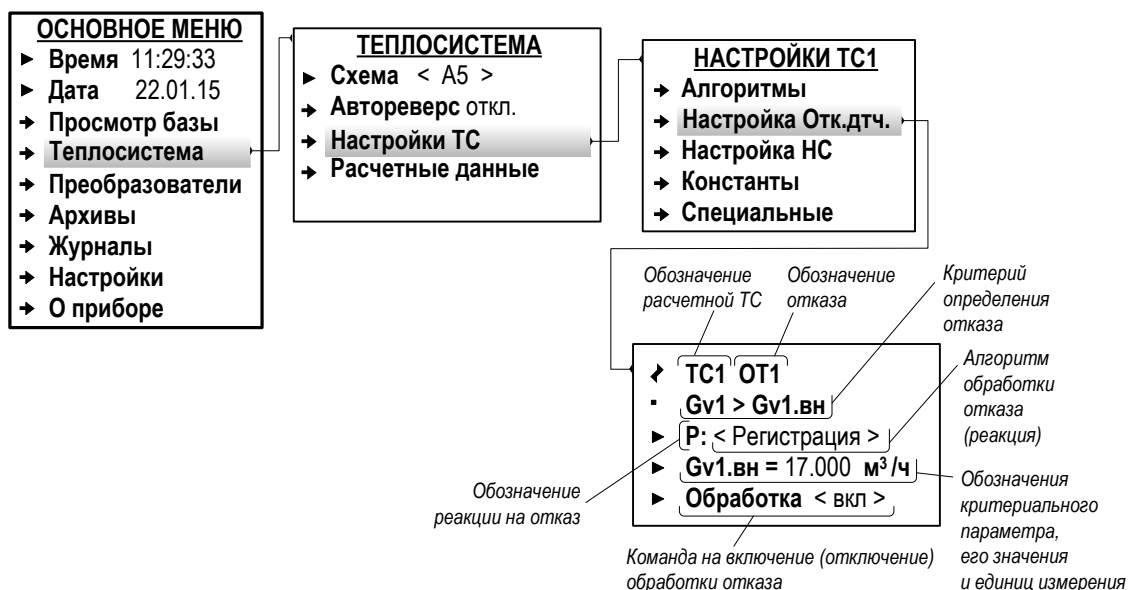

Рис.36. Вид меню настройки обработки отказов (режим СЕРВИС).
7.6.2.1. Настройка обработки отказов (при необходимости) выполняется в меню **Теплосистема / Настройки ТС / Настройка Отк. дтч.** (рис.36).